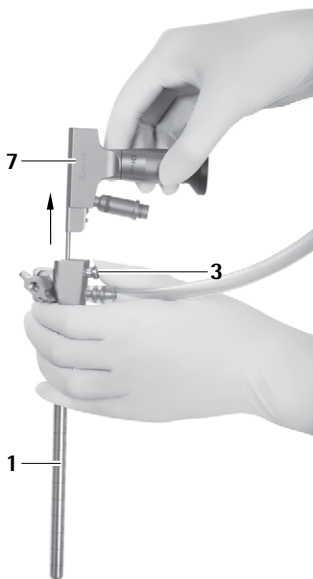

Fig. 11
- Premir o botão de desbloqueio **3** e retirar o endoscópio **5** do trocarte MINOP InVent **1**, ver Fig. 11.